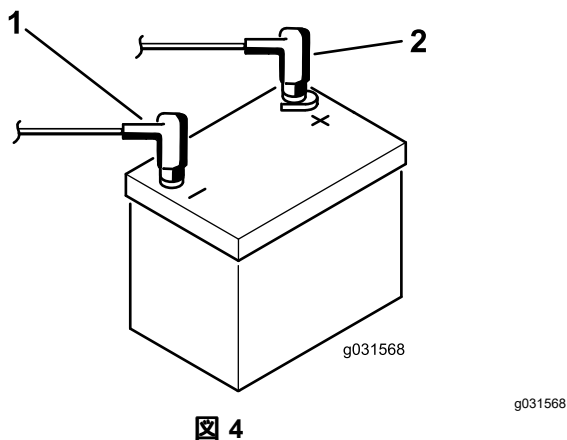

図 4
8. 赤いケーブルをバッテリーの端子に、黒いケーブルはバッテリーの端子にはめ、ボルトとナットで固定する 図 4。